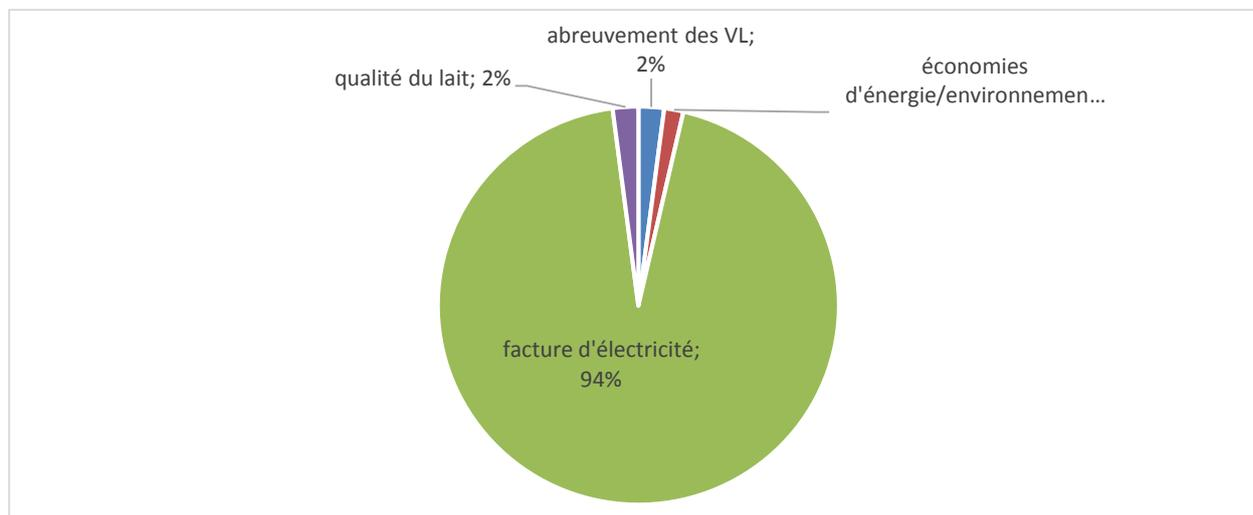

Figure 1 : Motivations des éleveurs pour l'achat d'un pré-refroidisseur
La majorité des éleveurs (183) ont souhaité s'équiper d'un pré-refroidisseur pour **réduire leur facture d'électricité** (figure 1).